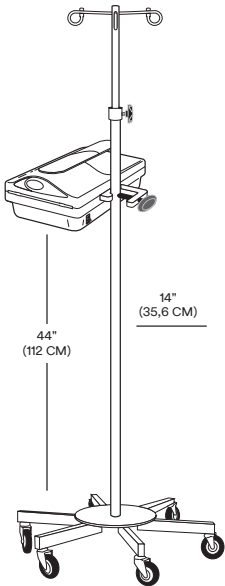

Abbildung 3
- 1. Die Ranger Erwärmungseinheit für Blut/Flüssigkeit am Infusionsständer anbringen. Die Ständerklemme festziehen (siehe Abbildung 3).